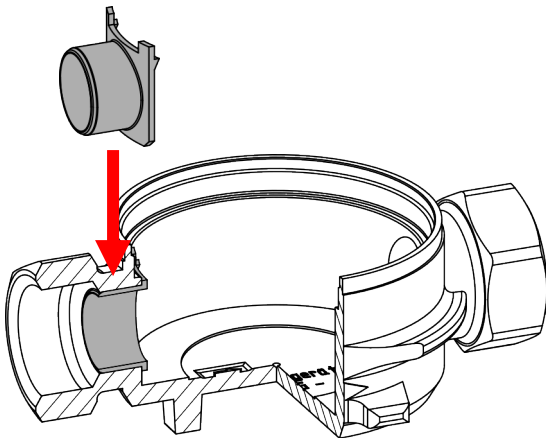

Abbildung 17. Montage Fixierstück WGU
1. Fixierstück in die Einlassseite des EATs einsetzen (Abb. 17).